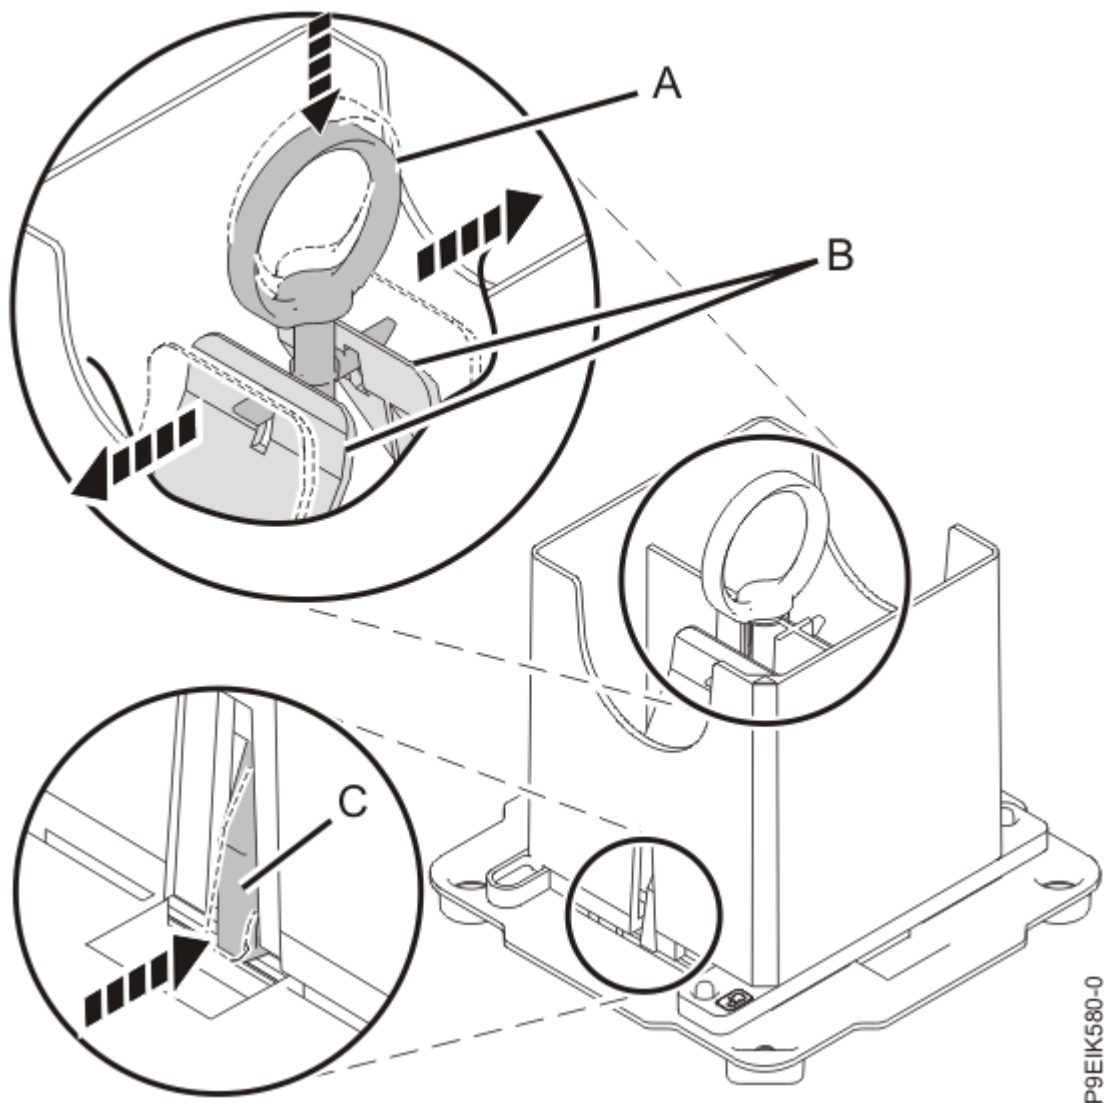

Figura 15. Cómo encajar el módulo del procesador del sistema en la herramienta
- c) Con la herramienta de extracción apoyada en la parte superior del módulo del procesador del sistema, presione el anillo **(A)** con cuidado de forma que las pestañas azules **(B)** queden hacia fuera y el agarre se enganche con el módulo del procesador del sistema **(C)**, tal como se muestra en la Figura 15 en la página 18.